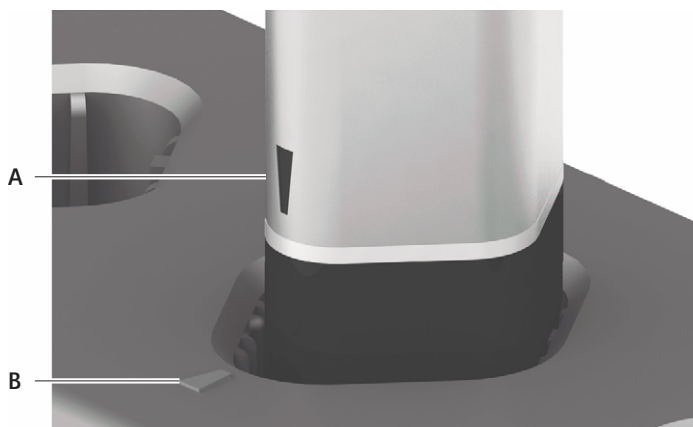

Fig. 1 Colocar a bateria no compartimento de carga
- ▶ Colocar as baterias no compartimento de carga, com os contactos virados para baixo, de forma que a marcação A na bateria coincida com a marcação B no compartimento de carga, ver Fig. 1.